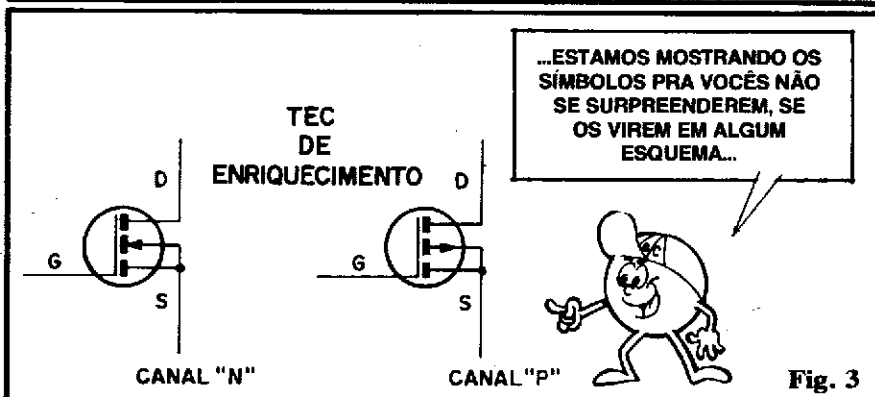

Fig. 3
- FIG.3 - Transfistor de Efeito de Campo, de "Enriquecimento".